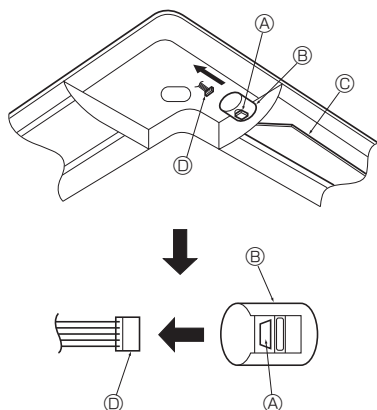

Fig. 10-16
10.4. Блокування напрямку потоку повітря вверх/вниз (Fig. 10-16)